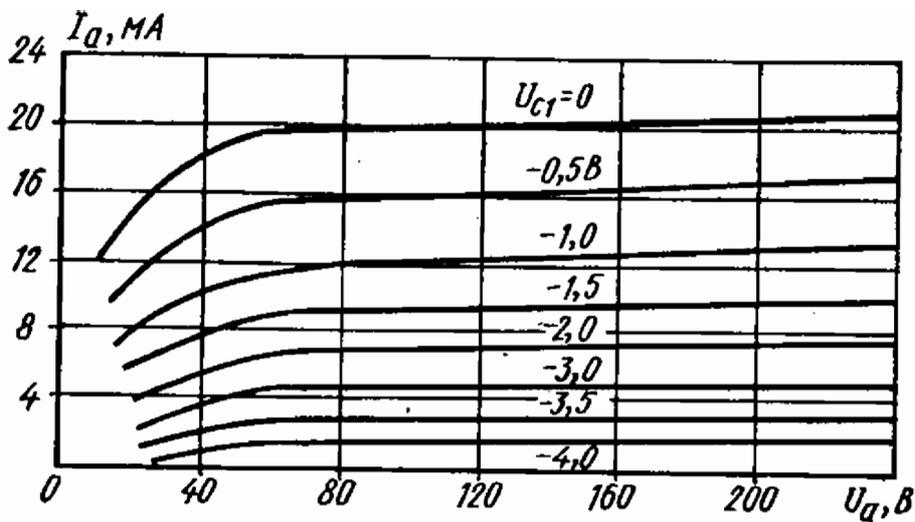

Рис. 13.10
13.10. Определить параметры R_i , S и μ пентода типа 6Ж1Б по его анодным характеристикам (рис. 13.10) для $U_a = 200$ В и $U_c = -1,5$ В.